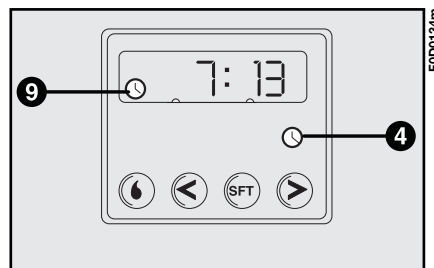

Abb. 88
– Druck auf die Taste **4**: Das Display und die Warnleuchte **9**, Abb. 88 leuchten.
Ablesen der aktuellen Uhrzeit, Abb. 88